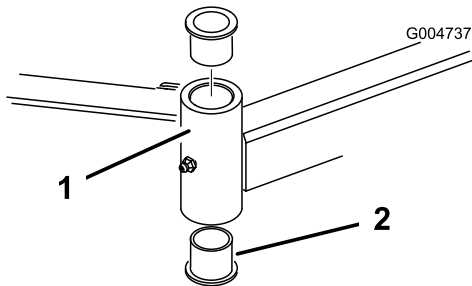

Figura 89
4. Inserite un punteruolo nella parte superiore o inferiore del tubo di fissaggio, e spingete la boccia fuori del tubo (Figura 89).